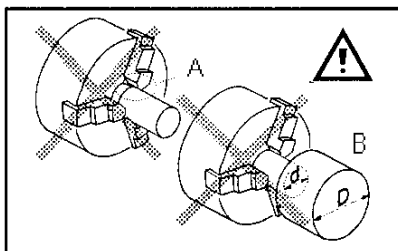

Fig 13
Vermeiden Sie kurze Einspannängen (A, Fig 13) oder das Spannen auf einem kleinen Durchmesser (B).